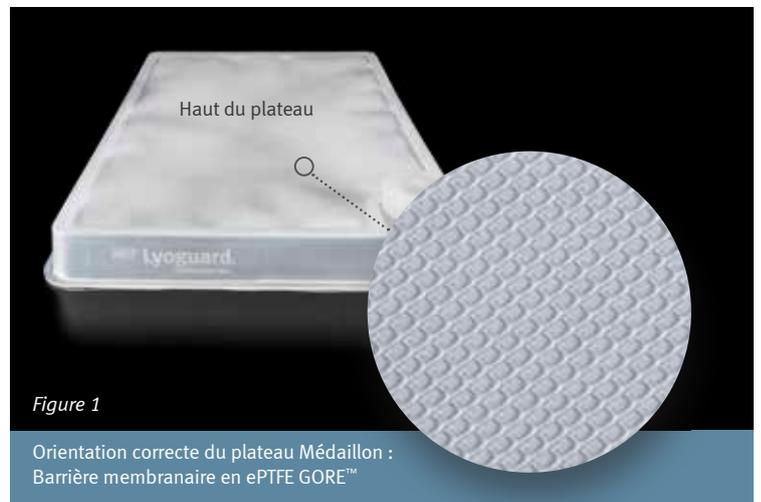

Figure 1
- Retirez les plateaux GORE® LYOGUARD® Trays de leur emballage. Les plateaux doivent être placés avec la membrane vers le haut. Le côté membrane est la partie supérieure du plateau (Figure 1).